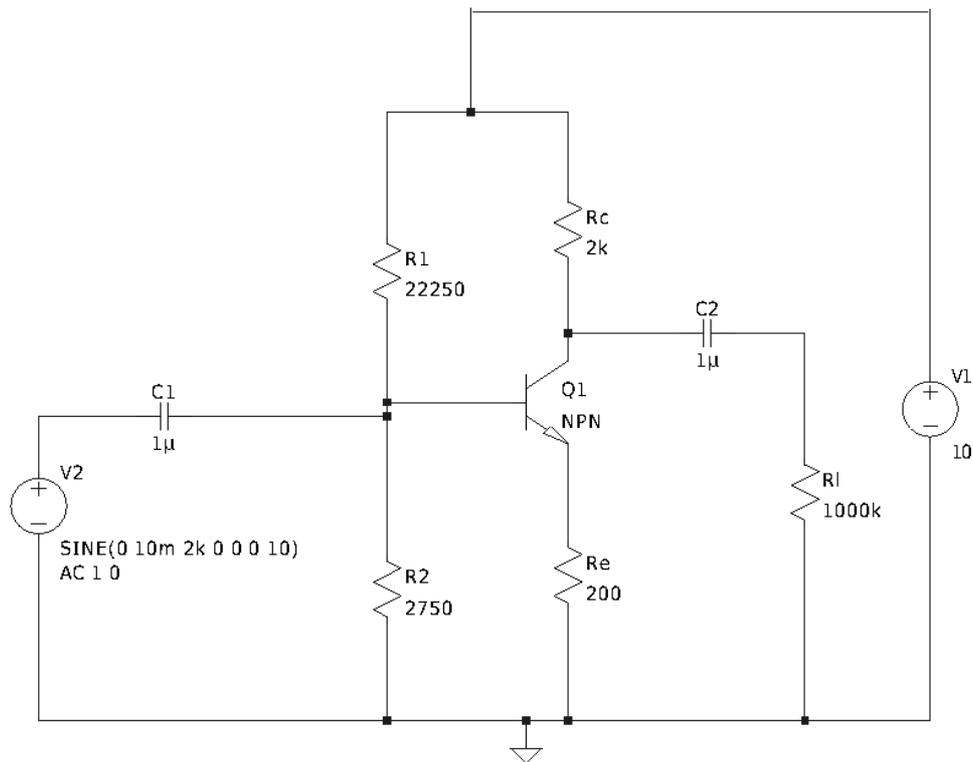

Figura 1: Amplificador emisor común para simular
5. Seleccionar la herramienta de línea con F3 o *Edit* → *Draw Wire* y conectar los componentes de acuerdo a la Figura 1. Para conectar un componente se clickea sobre un nodo y se mueve el mouse clickeando donde se desee conectar o donde se desee que haya un nuevo punto fijo en el cable que se está trazando.
7. Agregar dos capacitores (*Edit* → *Capacitor* o *C*) y conectar todo de tal forma que se vea como en la Figura 1.
En el caso de fuentes de corriente o tensión, se abre una ventana que permite ingresar el modelo simple de una fuente de dc por defecto. Para el caso de V1 en la Figura 1 eso es suficiente, que son 10V de continúa. Sin embargo si se requiere una fuente de señal se hará click sobre el botón *Advanced*. Luego dependiendo del tipo de fuente que se elija serán las opciones que se deberán completar. El mas utilizado será el que diga *SINE*. A continuación se seleccionará todos los parámetros apropiados para crear una onda senoidal de 2kHz de 10 mV de amplitud. Una onda senoidal genérica tendrá la forma:
En el caso del circuito de la Figura 1 la fuente senoidal (V2) será un seno sin desfase, sin delay de 10mv de amplitud, de 2kHz de frecuencia y se simulará por diez ciclos. Por lo que los datos en el orden expuesto será: 0,10m,2k,0,0,0,10.
Para realizar un barrido en frecuencia primero se debe definir los parámetros apropiados a la fuente de señal del esquemático. En el caso de el ejemplo de la Figura 1 la fuente de señal es la V2. Para definir que esta será la fuente de señal se deberá ubicar, en las propiedades avanzadas, el lugar para completar *AC Amplitude* y *AC Phase* con los valores 1 y 0 respectivamente. La amplitud de AC es con la cual se realizará el barrido en frecuencia. Se elige unitaria para que el cálculo en dB luego sea correcto, lo que quiere decir que los 0 dB significa que la entrada sea igual a la salida.